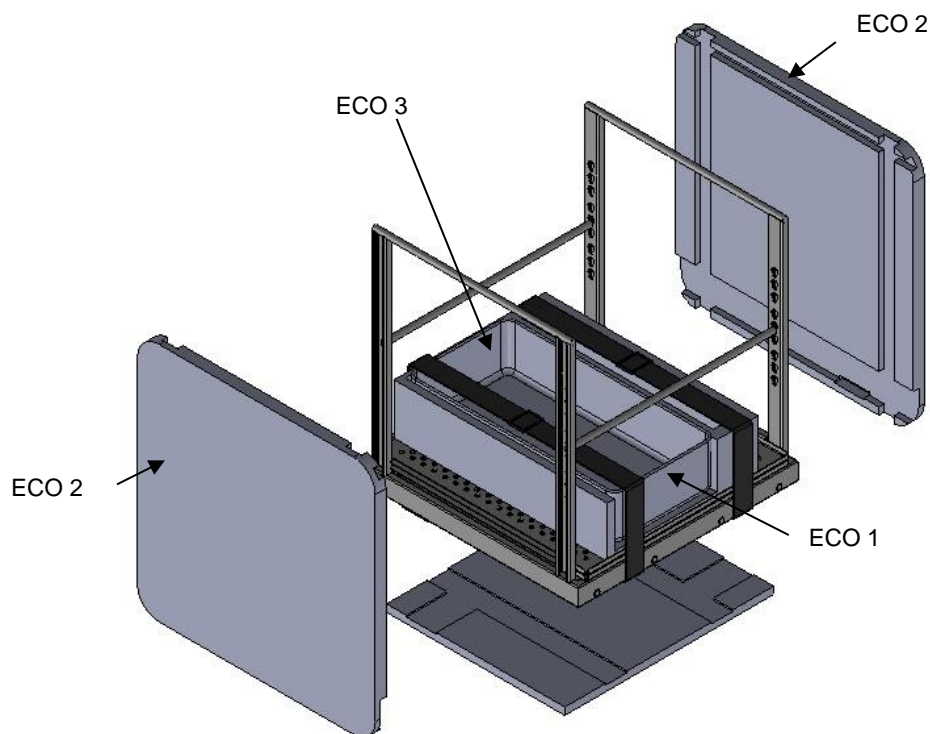

Abb. 1: Packen der Sterilisierkammer
- ◆ Platzieren Sie in jeder Sterilisierkammer ECO 300 einen gepackten Beschickungswagen BW 666L zusammen mit den Schaumstoffen ECO 1 (unter dem Beschickungswagen) und jeweils 2 Schaumstoffen ECO 2 (vor und hinter dem Beschickungswagen, siehe Abb. 1:).